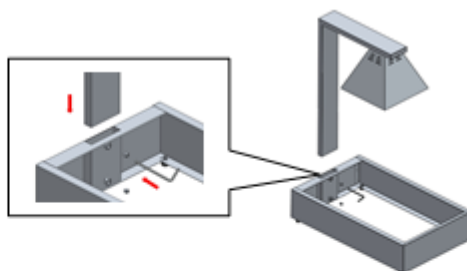

Fig.2
3. Plaats het gemonteerde lampframe in de voedselpan en bevestig het door de schroeven vast te draaien. [Fig. 2]